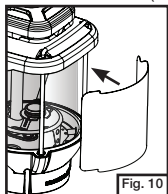

Fig. 10
- Fixez le réflecteur à l'arrière de la lanterne. Alignez les rainures du réflecteur avec les deux barres arrière. Appuyez sur le réflecteur jusqu'à ce qu'il s'immobilise d'un coup sec sur les barres. (Fig. 10 et 11)